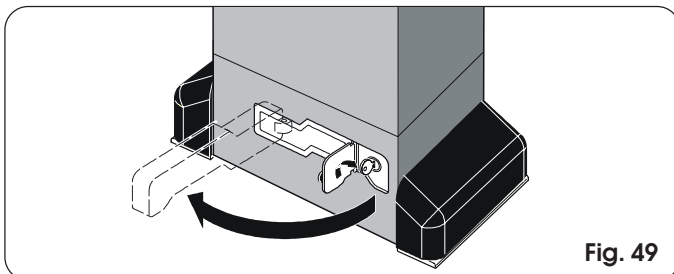

Fig. 49
- 2) Gire la llave en sentido horario y tire la palanca de desbloqueo como se indica en la Fig. 49.